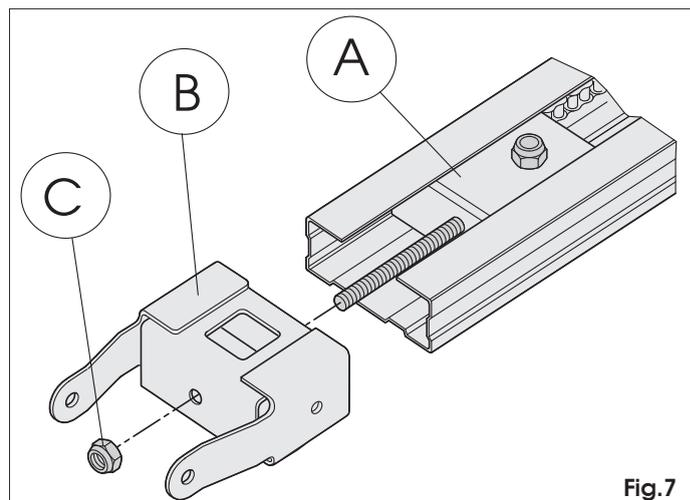

Fig.7
- 2) Faire coulisser le groupe de renvoi sur toute la longueur du rail de guidage (Fig. 7 réf. A) pour l'amener à proximité de l'élément antérieur, opposé au groupe d'embrayage de la traction.
- 3) Assembler la patte d'attache antérieure (Fig. 7 réf. B) au groupe de renvoi (Fig. 7 réf. A).
- 4) Tendre légèrement la chaîne en vissant l'écrou (Fig. 7 réf. C).